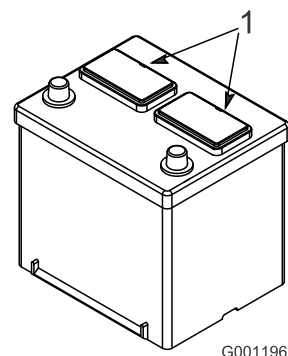

Figura 17
2. Limpie la parte superior de la batería y retire los tapones de ventilación (Figura 17).